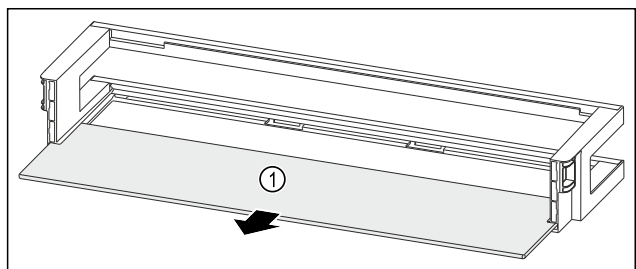

Fig. 209 Polica u vratima s policom za odlaganje
- Izvadite policu Fig. 209 (1).